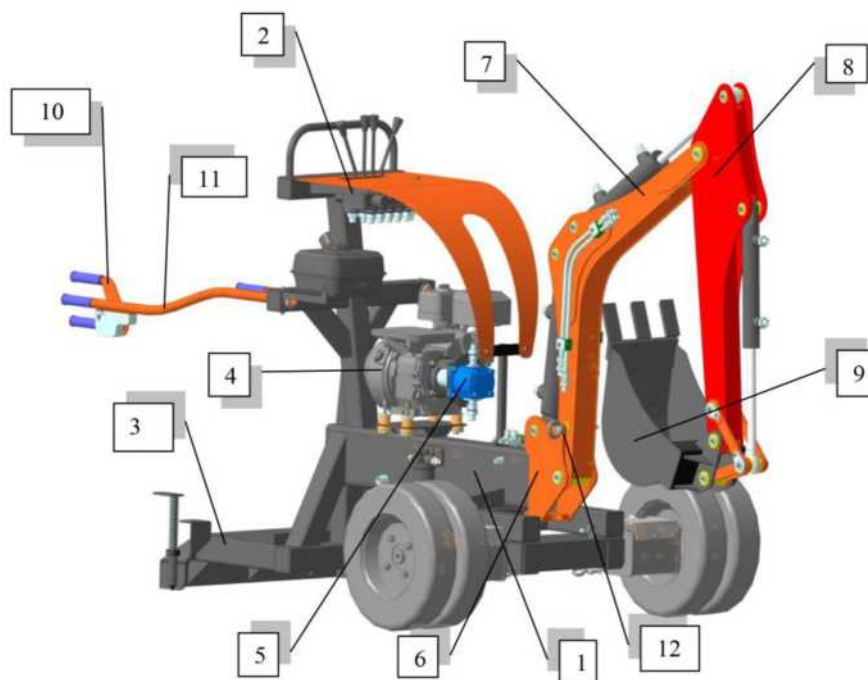

Рис. 5
Управление работой экскаватора осуществляется с пульта управления (рис.5 поз.2) в соответствии со схемой управления рабочим оборудованием (п.2.2.) Для приведения в действие любого из органов управления необходимо плавно нажимать на рычаги управления.
- После окончания работ оставлять стрелу в поднятом состоянии **запрещается**. Ковш необходимо опустить на землю или перевести экскаватор в транспортное положение и зафиксировать стрелу пальцем-фиксатором (рис.5 поз.12).
положение и зафиксировать стрелу пальцем-фиксатором (рис.5 поз.12).